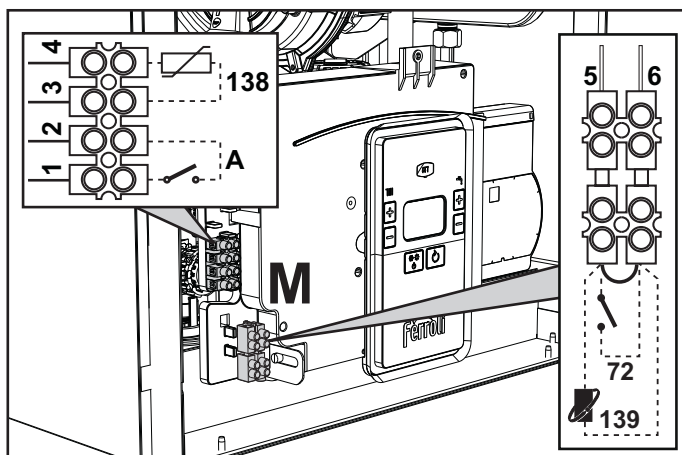
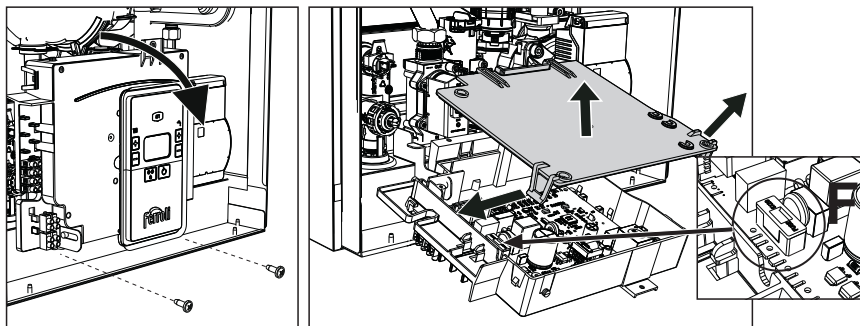

fig. 19
fig. 20
Después de quitar el panel frontal (***) 'Apertura del panel frontal' on page 85 (***) es posible acceder a las borneras (M) y al fusible (F) como se indica a continuación (fig. 19 y fig. 20). **Los bornes indicados en la fig. 20 deben tener contactos secos (no 230 V).** La posición de los bornes para las diferentes conexiones también se ilustra en el esquema eléctrico de la fig. 47.
Configuración del interruptor ON/OFF (A, fig. 20)